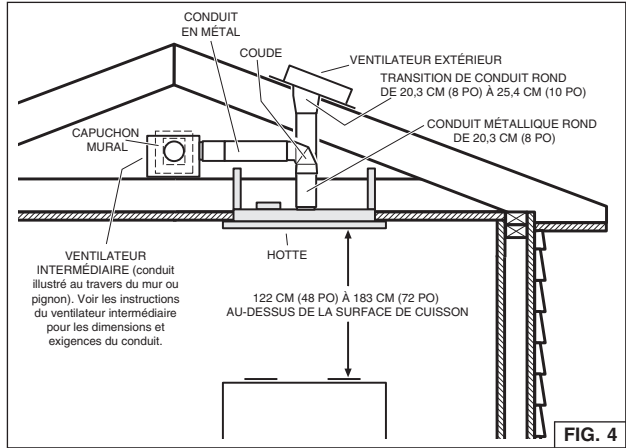

FIG. 4
1. Choisissez l'emplacement de la hotte, du ventilateur extérieur ou intermédiaire et de tout capuchon mural ou de toit, et décidez de l'emplacement des conduits. Consultez la Fig. 4 et les instructions du ventilateur extérieur ou intermédiaire pour obtenir des suggestions.
La hotte doit être centrée au-dessus de la surface de cuisson. Assurez-vous d'un espace adéquat dans la structure du plafond pour l'installation de la hotte et des conduits. Pour mieux capter les vapeurs de cuisson, la hotte doit être 122 cm (48 po) à 183 cm (72 po) au-dessus de la cuisinière. (Fig. 4)